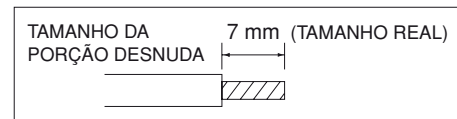

Fig. 28
- (1) Corte a extremidade do fio com um alicate de corte, e desnude o isolamento para expor o fio aproximadamente 7 mm. Veja a etiqueta (Fig. 28) perto da placa de terminais.
- (2) Usando uma chave de fenda, afrouxe o parafuso do terminal na placa de terminais.
- (3) Insira o fio e aperte o parafuso do terminal completamente usando uma chave de fenda.